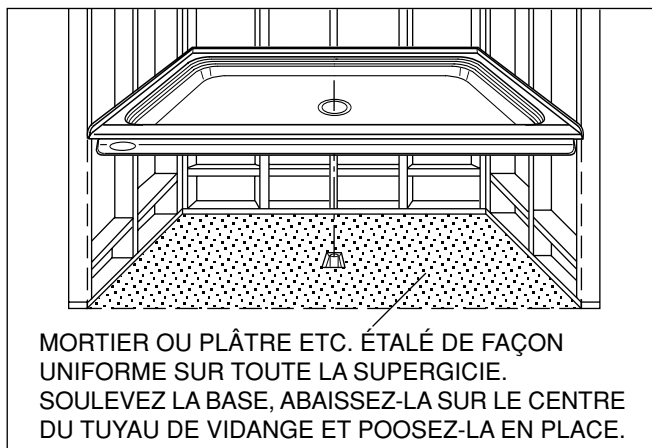

Figure 1
Étape 1. Si le sous-plancher est le niveau, aucune autre préparation n'est nécessaire. Vous pouvez continuer à installer la base. Mettez la base de la douche à niveau en étendant de la pâte de nivellement, du mortier, du plâtre ou une mousse structurée à expansion minimale avec une densité minimum de 5 livres/pied cubique **ÉGALEMENT** sur **TOUTE** la surface d'installation. (Voir la figure 1.) REMARQUE : La pâte utilisée **DOIT** entrer en contact avec toute la surface sous de la base. La base ne doit **PAS** être soutenue par la collerette.
Si le sous-plancher est le niveau, aucune autre préparation n'est nécessaire. Vous pouvez continuer à installer la base. Mettez la base de la douche à niveau en étendant de la pâte de nivellement, du mortier, du plâtre ou une mousse structurée à expansion minimale avec une densité minimum de 5 livres/pied cubique **ÉGALEMENT** sur **TOUTE** la surface d'installation. (Voir la figure 1.) **REMARQUE** : La pâte utilisée **DOIT** entrer en contact avec toute la surface sous de la base. La base ne doit **PAS** être soutenue par la collerette. Les deux côtés d'une jointure ou d'un raccord doivent nivelés. Nivelez et soutenez l'ouverture (plus grande que 5 po x 5 po) pour le tuyau de vidange.